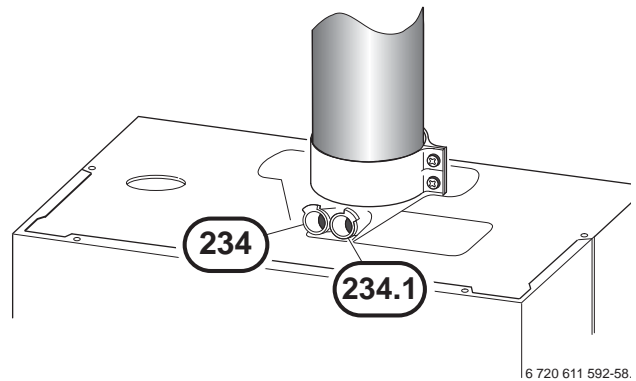

Bild 68
- ▶ Verschluss-Stopfen am Mess-Stutzen für Verbrennungsluft (234.1) entfernen (Bild 68).
- ▶ Verschluss-Stopfen am Mess-Stutzen für Abgas (234) entfernen (Bild 68).